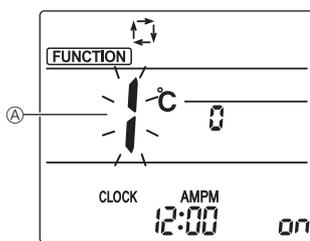

Fig. 6-10
1. Appuyez sur la touche ● ① pour arrêter le climatiseur.
2. Appuyez sur la touche MENU ②. L'écran Réglage des fonctions s'affiche et le n° de la fonction Ⓐ clignote. (Fig. 6-10) Appuyez sur la touche ⏴ ⏵ ④ pour changer le n° de fonction.